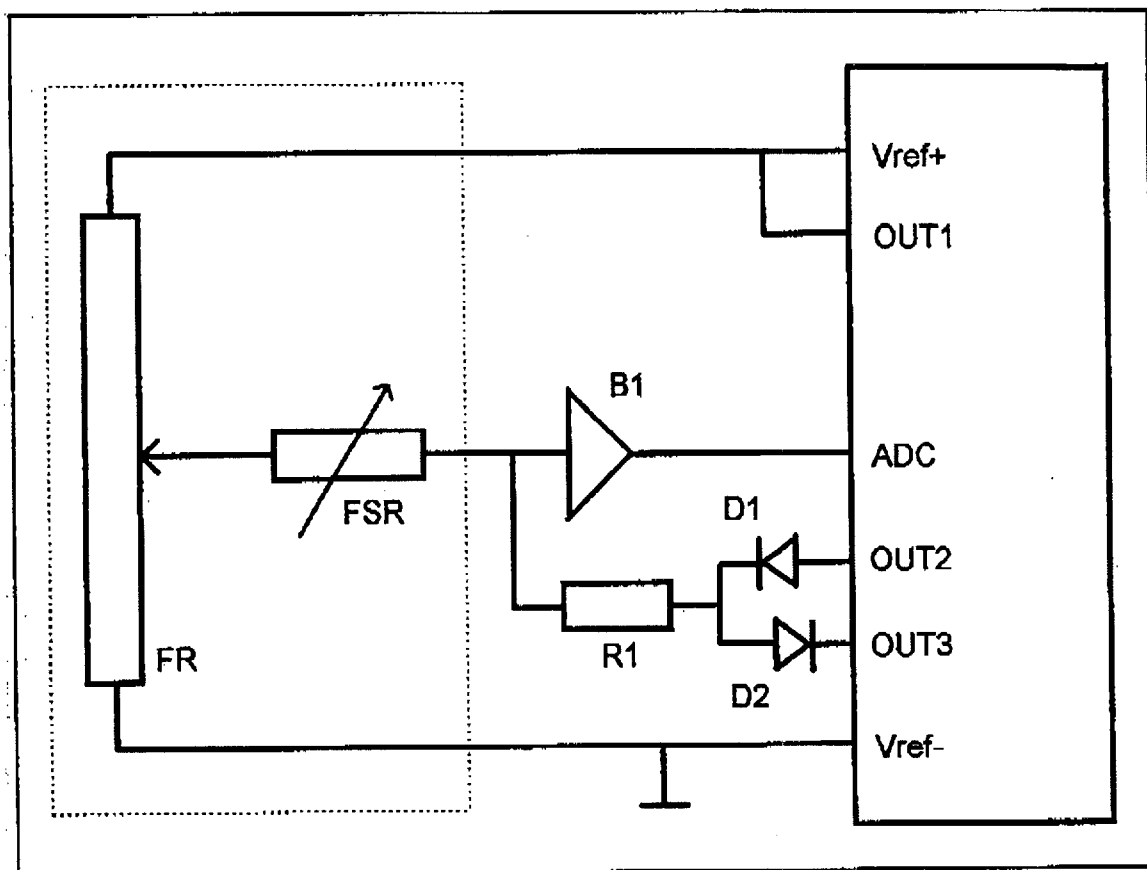

Bild 6
In Bild 6 ist der Festwiderstand (FR) des Linearpotentiometers an die Referenzspannungen (V_{ref+}) und (V_{ref-}) des A/D - Wandlers angeschlossen.
(R1) kann entweder über analoge Multiplexer oder einfach über die Digitalausgänge (OUT2 und OUT3), wie in Bild 6 gezeigt, geschaltet werden.